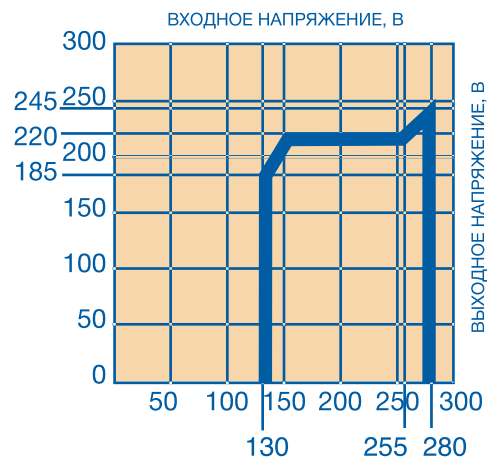

Рис. 1. Зависимость выходного напряжения от входного.
6) Диапазон входного фазного напряжения (см. зависимость на Рис. 1), В
3.2. Диапазон входного напряжения определяется с учетом зависимости выходного напряжения от входного (Рис. 1) в соответствии с требованиями пользователя к величине выходного напряжения.
5.5.1. Перевести выключатель поз. 1 или автоматический выключатель поз. 4 во включенное положение (рис. 1). Индикатор «СЕТЬ» поз. 7 (рис. 1) включается. После автоматической установки нормального выходного напряжения (контролируется вольтметром поз. 10) автоматическое включение напряжения выходной цепи нагрузки произойдет сразу после установления номинальной величины выходного напряжения 220В в течение времени не более 10 секунд.
5.5.2. При появлении на входе стабилизатора аномального повышенного или пониженного напряжения включаются индикаторы $U_{вх} \geq 250В$ или $U_{вх} \leq 150В$ соответственно. При значениях входного напряжения $U_{вх} \geq 280В$ или $U_{вх} \leq 130В$ происходит автоматическое отключение потребителей, так как выходное напряжение существенно отличается от номинальной величины (см. рис. 1), что может быть опасным для электрических потребителей.